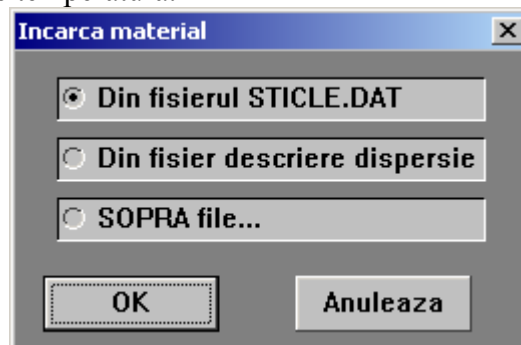

Fig. 3.3 Fereastra pentru selectare sursa date material
Prin apasarea butonului **Anuleaza** se inceteaza cautarea materialului. Prin apasarea butonului **OK** se creeza fereastra reprezentata in Fig. 3.3.
- **Din fisier descriere dispersie** - Daca in fereastra din Fig. 3.3 s-a ales incarcarea din fisiere text (extensi *.mtx*) in format specific programului *STRAT*, se creaza o fereastra standard Window de deschidere fisiere. Dupa selectarea fisierului se incarca materialul din fisierul text. **ATENTIE !** Verificati corectitudinea descrierii parametrilor materialului.